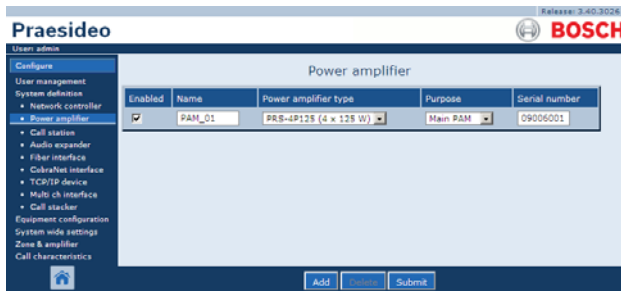

рисунок 43.11: Удаление усилителя мощности, шаг 5
- 5 Нажмите кнопку *OK* для подтверждения сообщения, отобразившегося во всплывающем окне. В основной части веб-интерфейса откроется экран, подобный экрану, приведенному на рисунок 43.11. Удаленный усилитель мощности больше не указывается в таблице.